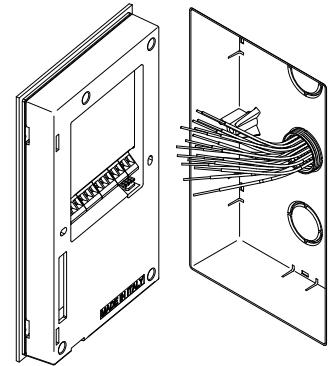

Fig. 2
2. Comme illustré sur la **Fig. 2**, effectuer les connexions à l'aide d'un tournevis plat et les configurations des interrupteurs DIP selon le schéma de connexion fourni ou selon la fiche d'instructions ;